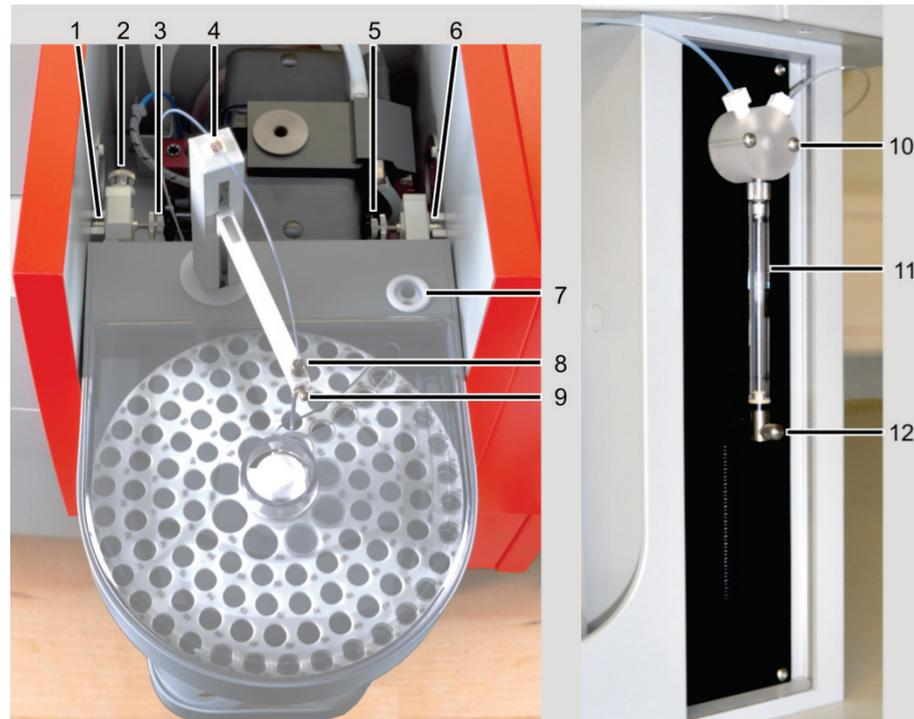

Bild 35 AS-GF installieren
2. Schlauchführung (8 in Bild 35) am Probengeberarm des AS-GF installieren und mit der Arretierungsschraube befestigen.
3. Dosierschlauch handfest in die rechte Öffnung des T-Ventils (10 Bild 35) am Dosierer schrauben. Dosierschlauch durch die Schlauchhalter auf der Rückseite des Probengebers und auf dem Probengeberarm fädeln. Dosierschlauch in die Schlauchführung (8 in Bild 35) einführen, bis das Schlauchende etwa 8 mm unten aus der Schlauchführung herausragt, Schlauch mit Klemmmutter befestigen.
Den AS-GF in die Aufnahmen des Probenraumes einhängen (1 und 6 in Bild 35). Mit Wasserwaage prüfen, ob Probengeber waagrecht hängt, ggf. Probengeber mit tiefenverstellbarem Anschlag im Probenraum ausrichten (4 in Bild 32 S. 59).